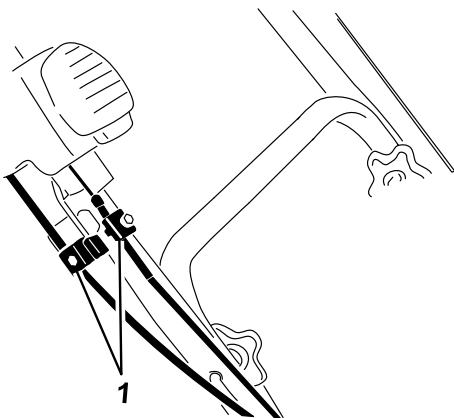

Figure 31
1. Desserrez les serre-câble des 2 câbles de commande Quick Shoot (Figure 31).